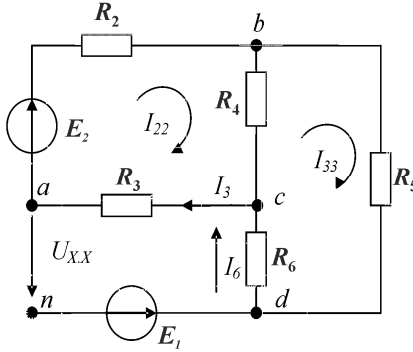

Рис. 2.39
1. Разомкнуть ветвь с сопротивлением R_1 и найти напряжение холостого хода U_{xx} (рис. 2.39), для чего определить значения токов I_3 и I_6 .